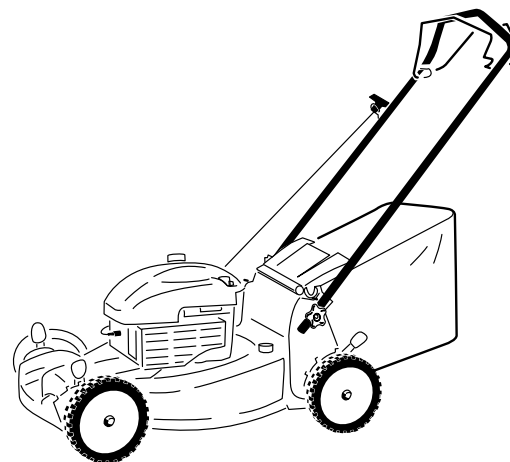

Figura 19
1. Sollevare il deflettore posteriore e tenerlo sollevato (Figura 19).
2. Montate il cesto di raccolta, accertandovi che i suoi perni siano inseriti nelle tacche presenti sulla stegola (Figura 19).